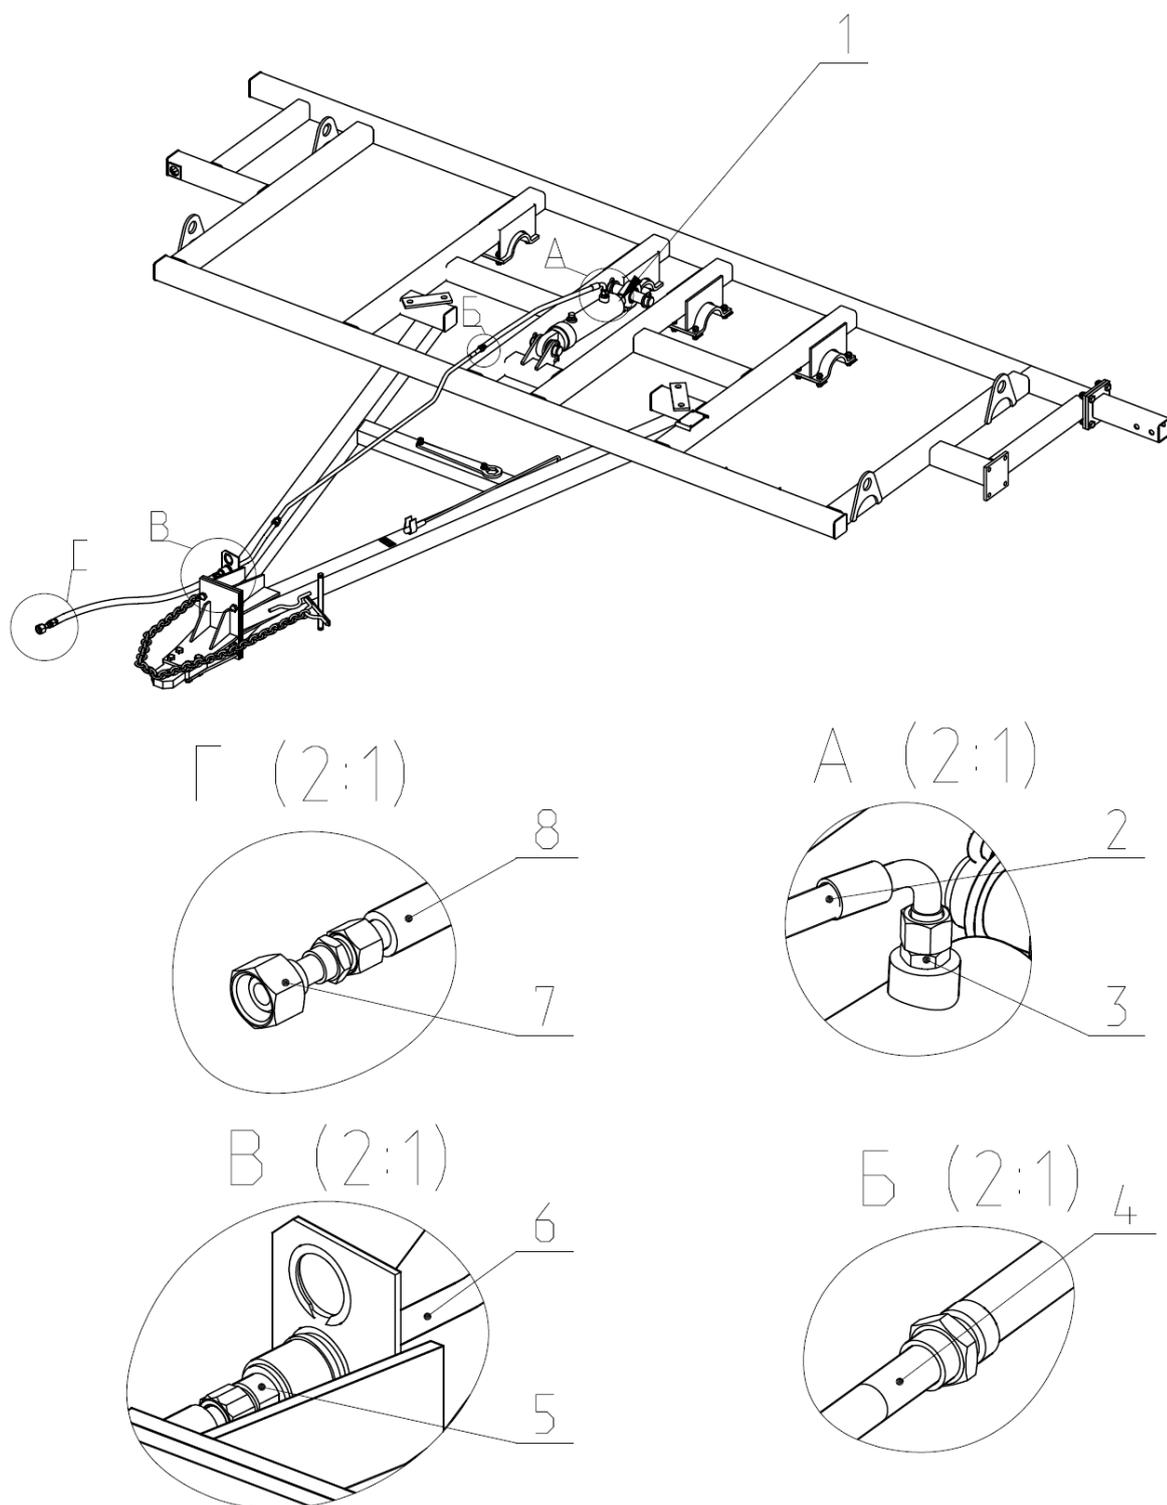

Рис.20 Гидросистема культиватора КСП-4.
2.13 Гидросистема культиватора (Рис.20) состоит из трех гидроцилиндров с одной парой выводов к трактору.